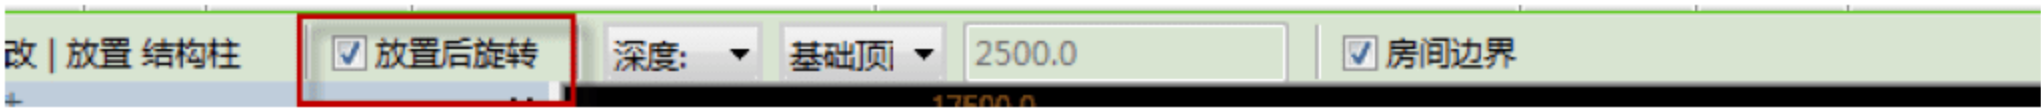

图 3.1.42 放置后旋转
**注意:** 在本工程中, 在画框柱时也有一些小技巧。需要绘制时选中“放置后旋转”复选框, 如图 3.1.42 所示。然后再旋转构件, 按快捷键 M+V 移动即可。这种方法是结构柱绘制中非常好用的一种方法, 对有转角的柱、需移动的柱的情况都很好解决。